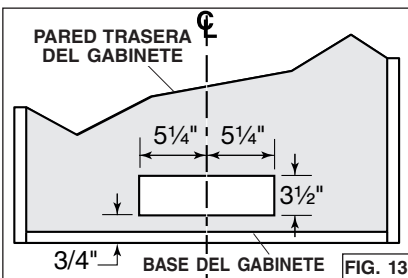

FIG. 13
8. Corte el orificio para la salida horizontal a través de la pared trasera del gabinete usando las dimensiones indicadas. (FIG. 13)